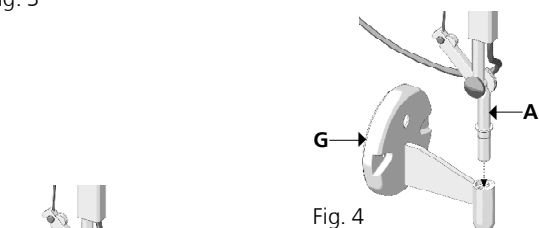

Fig. 4
**ISTRUZIONI PARETE** (fig.4): Fissare a muro il supporto G. Inserire il corpo lampada A nell'apposita sede eseguendo una rotazione e una pressione verso il basso.
**INSTRUCTIONS MUR** (fig. 4): Fixer au mur le support B. Insérer le corps de l'appareil A dans son logement en effectuant une rotation et en exerçant une pression vers le bas.
**WALL INSTRUCTIONS** (fig. 4): Fix support G to the wall. Insert fixture body A into the proper seat by rotating and pressing it downward.
**ANLEITUNGEN WANDELEUCHTE** (Abb. 4): Die Halterung G und der Wand befestigen. Den Beleuchtungskörper A in die geeigneten Sitz beim Drehen und Drücken nach unten einsetzen.
**ISTRUCCIONES PARED** (fig. 4): Fijar a la pared el soporte G. Introducir el cuerpo lámpara A en el espacio correspondiente efectuando una rotación y una presión hacia abajo.